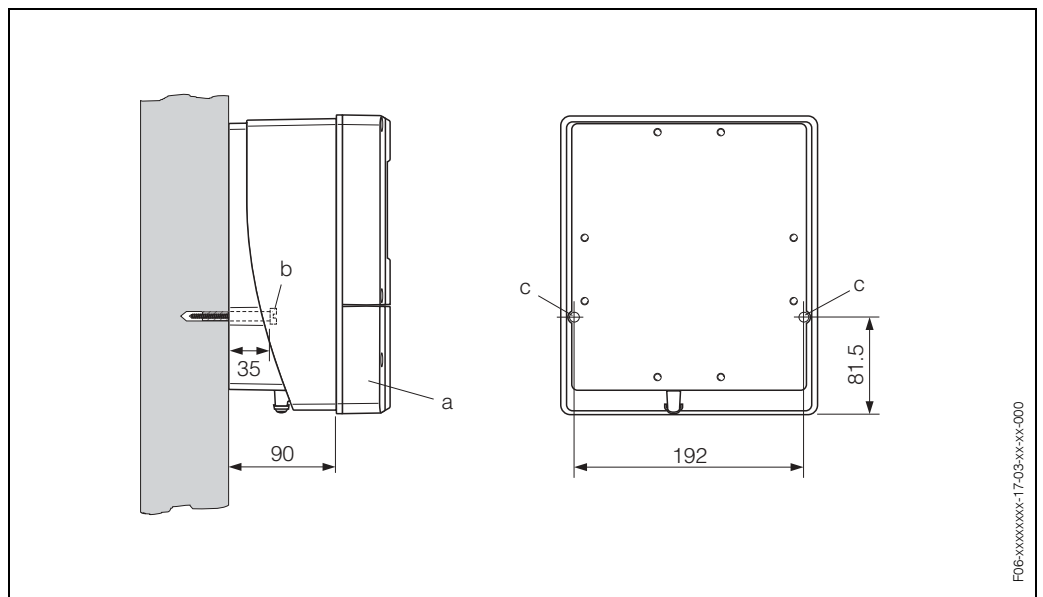

Рис. 37: Монтаж на стене
1. Просверлите отверстия, как показано на Рис. 37.